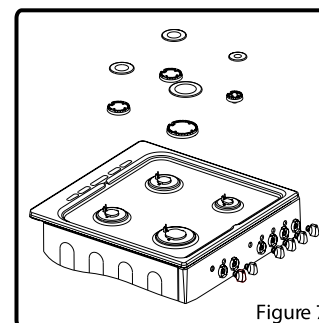

Figure 7
- Retirez le couvercle du brûleur et l'adaptateur (Figure 7).